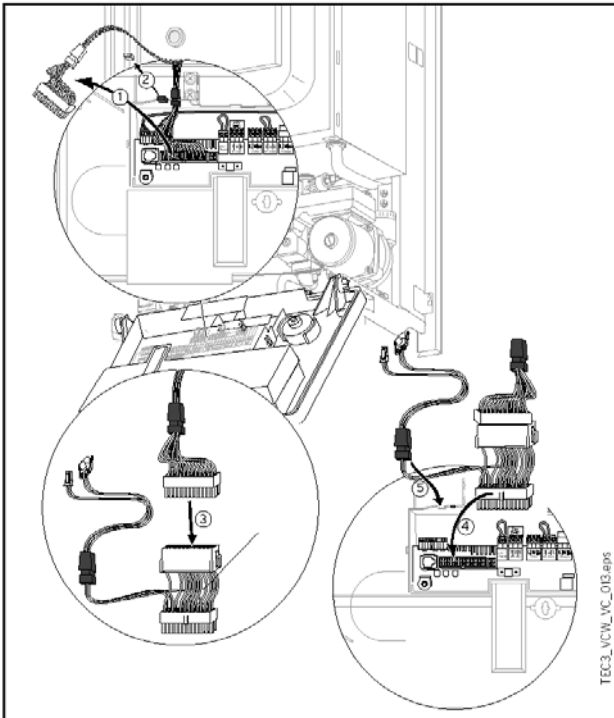

Рис. 13: Установите кабельный адаптер.
15. Установите кабельный адаптер. См. рис. 13.